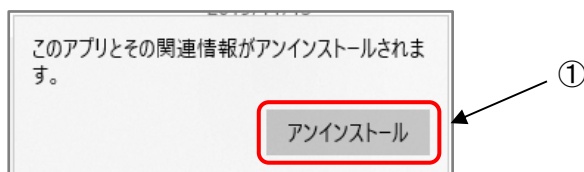

図 5
5. 『このアプリとその関連情報がアンインストールされます。』(図 5)のメッセージが表示されます。
[アンインストール] ボタン(図 5-①)をクリックします。